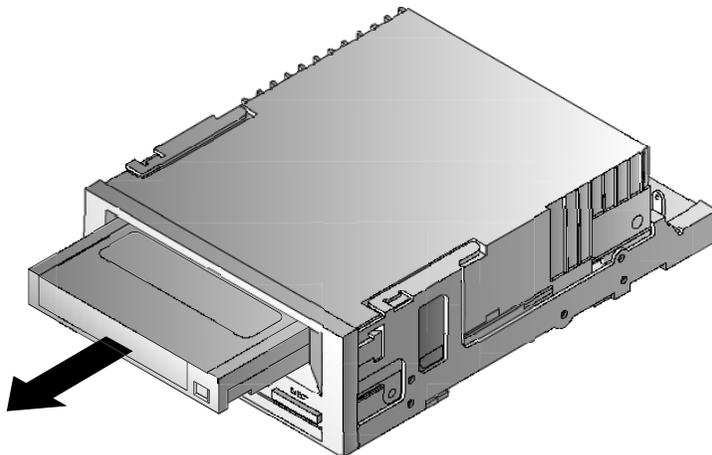

FIGURE 14. Bouton d'éjection du panneau avant du lecteur
2. Appuyez sur le bouton Eject sur le panneau avant du lecteur pour décharger la cartouche (consultez la figure 14, page 46). Le lecteur vide automatiquement son tampon sur la bande, rembobine la bande, met le journal du système à jour et éjecte la cartouche. Ceci peut prendre trois minutes. N'éteignez pas le lecteur de bande ou l'ordinateur hôte pendant ce temps.